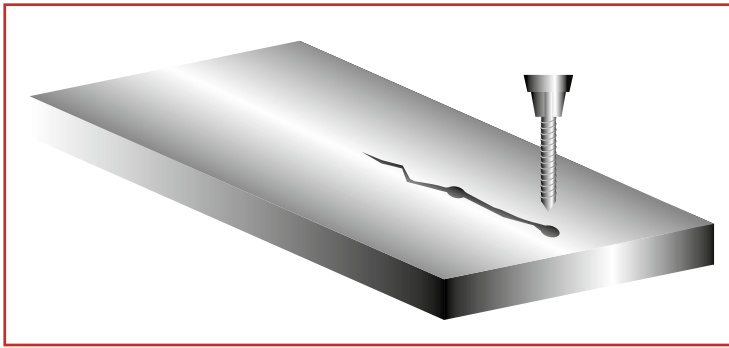

Figura 9. Taladre agujeros en cada orilla de la grieta.
**2. Taladre agujeros 1/8" (3 mm)** mayores que la grieta en los puntos finales de la misma. Use un colorante detector si es necesario para determinar el área real de la grieta. Si ésta es mayor de 5" (12.5 cm) de largo, taladre varios agujeros a lo largo de la misma. (Vea la figura 9).